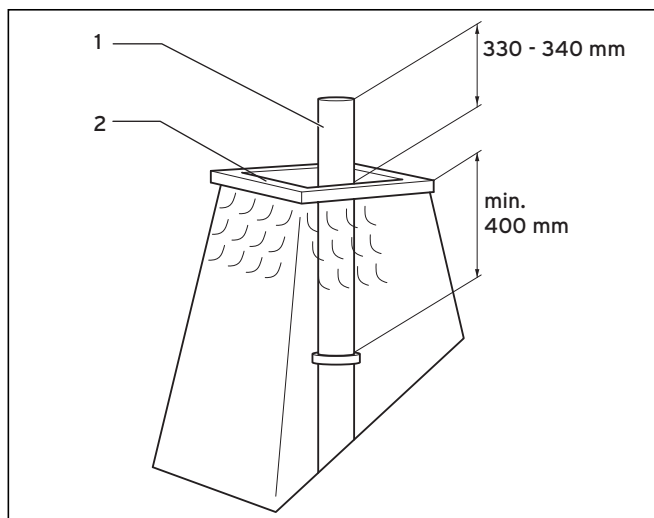

Fig. 5.53 Scurtarea conductei din oțel superior
- Scurtați conducta din oțel superior (1) conform Fig. 5.53.
- Etanșați marginea gurii cu silicon (2).